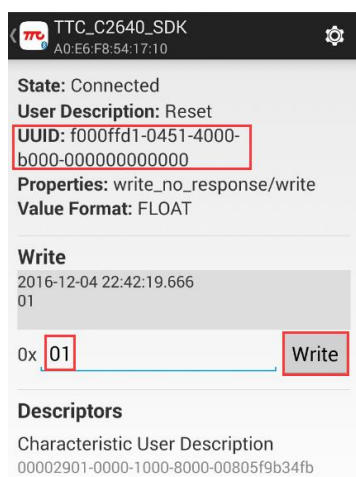

图 3-2-10 OAD 指令
- (8) 选择 OAD 类型“CC2640 On-Chip OAD”，如图 3-2-10；